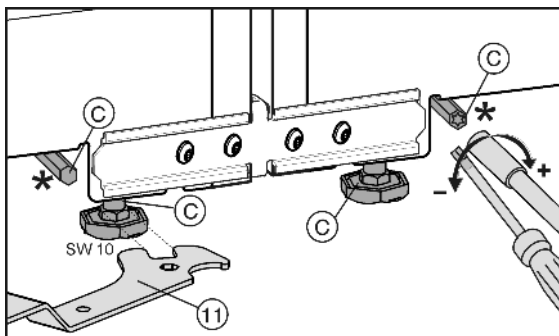

Fig. 8
Передні ніжки можна регулювати за допомогою гайкового ключа Fig. 8 (11), задні ніжки* — за допомогою викруткі Torx@ 25.